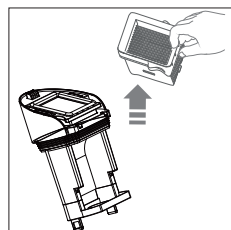

Fig. 17 – Extracción del filtro
- ▶ Saque el filtro EPA 10 hacia arriba del tapón del depósito de agua sucia (**véase Fig. 17**).